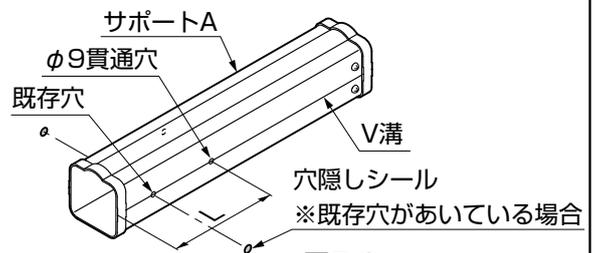

図5-2
- ①サポートBを抜いてからサポートAの両側面の端部からLの位置に両側からφ9の貫通穴をあけてください。
- ②既存の穴があいている場合は穴隠しシールを貼ってください。（図5-2参照）